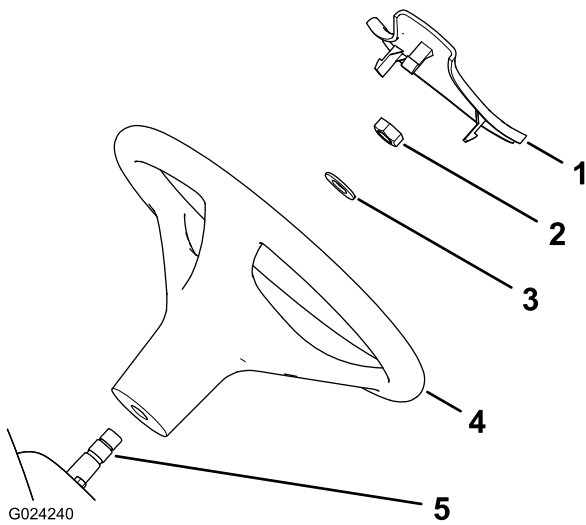

Bild 3
2. Nehmen Sie die Mutter von der Lenkwelle ab (Bild 3).
3. Schieben Sie das Lenkrad und die Scheibe auf die Lenkwelle (Bild 3).
5. Befestigen Sie die Abdeckung am Lenkrad (Bild 3).
1. Nehmen Sie die Abdeckung (falls vorhanden) von der Nabe des Lenkrads ab (Bild 3).